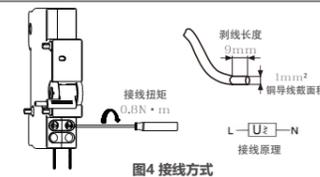

图4 接线方式
5.4 适用于铜导线连接，导线截面选用1mm²，接线方式及剥线长度如下图4